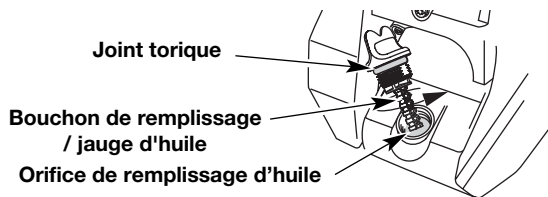

Fig. 9
3. Retirez le bouchon / la jauge d'huile du carter-moteur. Versez tout le contenu de la bouteille d'huile dans le carter-moteur (Fig. 9).
4. Versez tout le contenu de la bouteille d'huile dans le carter-moteur (Fig. 9).